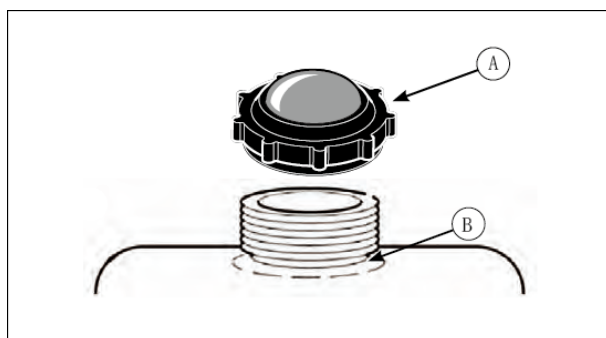

図 5 燃料の給油
1.燃料タンクキャップの周辺をふき取り、タンクキャップを外します。(A) 図 5
2.燃料タンクにガソリンを給油します。燃料の膨張に備えてタンクの首の底部 (B) より上まで入れしないでください。